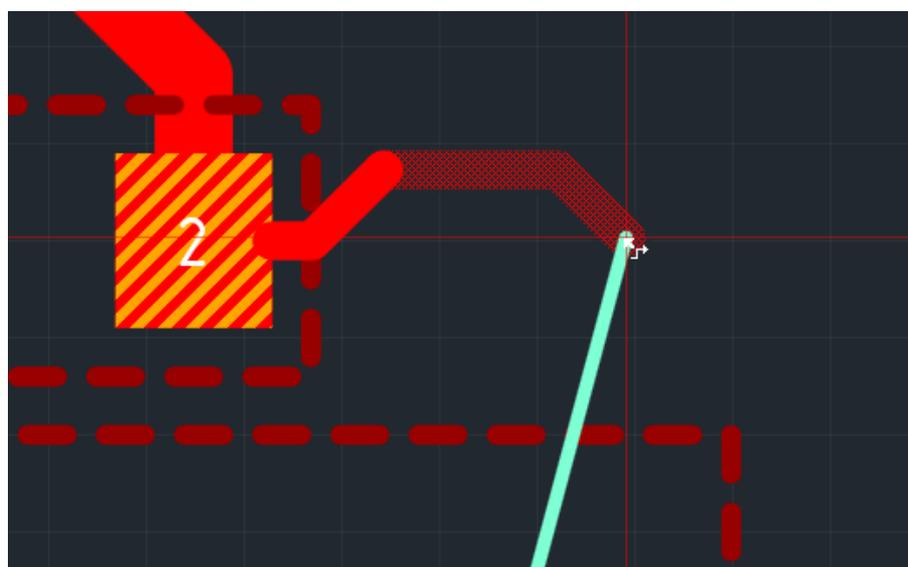

Рис. 39. Зафиксированный участок трека
2. Когда подходящая точка выбрана, необходимо нажать левую кнопку мыши, чтобы зафиксировать предлагаемый участок трека, см. Рис. 39.